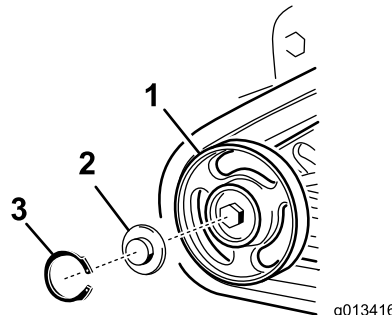

Figura 59
4. Îndepărtai inelul de fixare i capacul de la o roată de rulare (Figura 59).
5. Verificați lubrifierea de sub capac i din jurul garniturii (Figura 59). Dacă este murdar sau epuizat, curățați integral lubrifianțul, înlocuiți garnitura i adăugați lubrifianț nou.
7. Aezați capacul roii de rulare lubrifiat pe capul urubului (Figura 59).
8. Fixați capacul roii de rulare cu inelul de fixare (Figura 59).